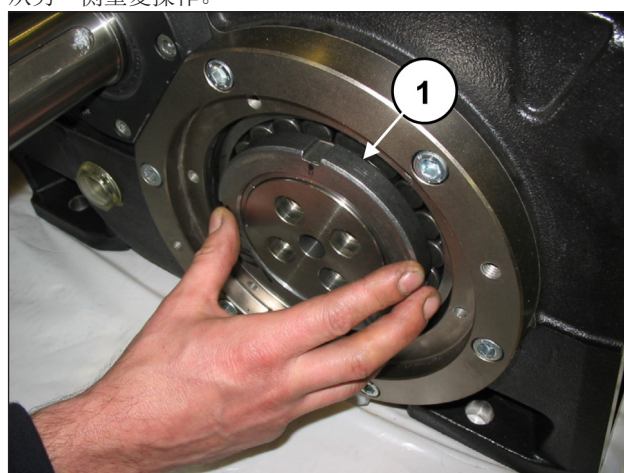
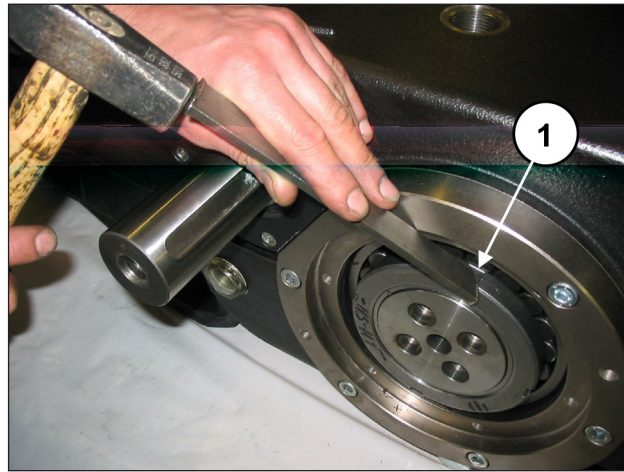

图 15
图 16
在一侧，将SKF KM20型环形螺母拧到压力套筒上(位置①，图 15)，然后用锤子(位置①，图 16)松开套筒，不要将其拉出。从另一侧重复操作。